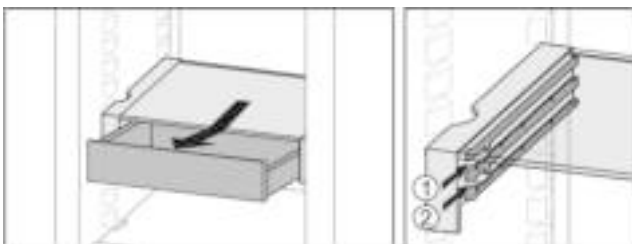

Fig. 21
- ▶ Op een willekeurige hoogte Fig. 21 (1) of Fig. 21 (2) erin schuiven.